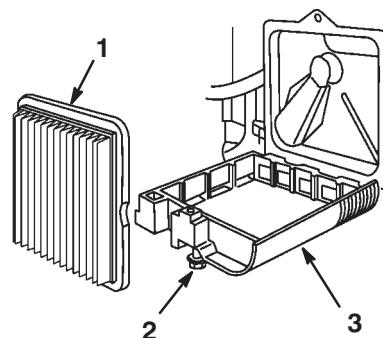

Bild 18
3. Lockern Sie die Befestigungsschraube, mit der der Luftfilterdeckel am Motor befestigt ist (Bild 18).
- 5.** Entfernen und entsorgen Sie den alten Papierfilter (Bild 18).